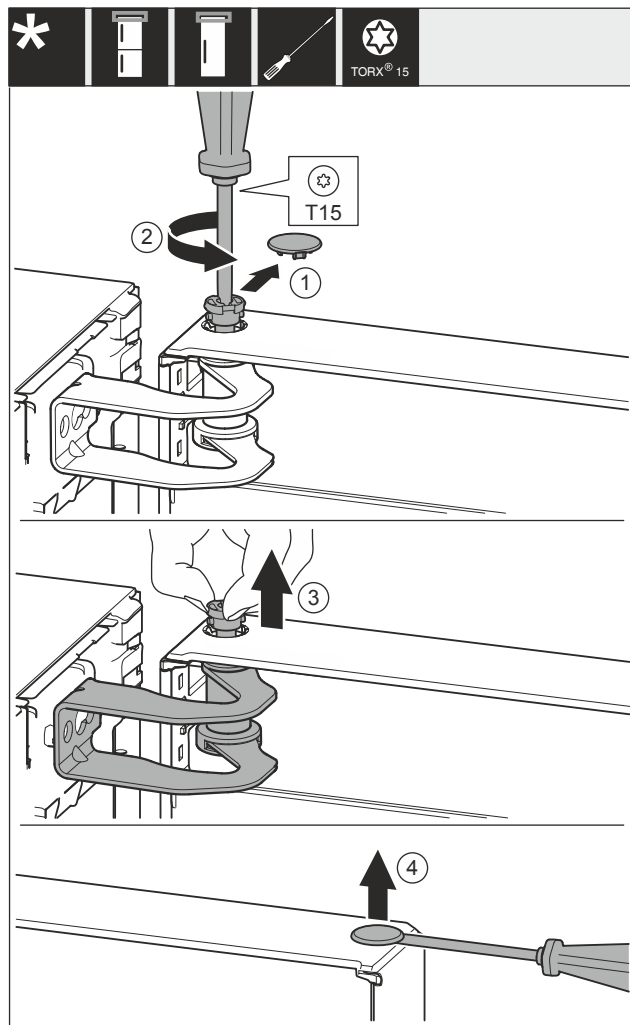

Fig. 9
- Обережно зніміть кришку Fig. 9 (1).
- Трохи викрутіть болт Fig. 9 (2) за допомогою викрутки.
- Витягніть болт Fig. 9 (3) пальцями.
- За допомогою викрутки обережно підніміть і витягніть кришку Fig. 9 (4).